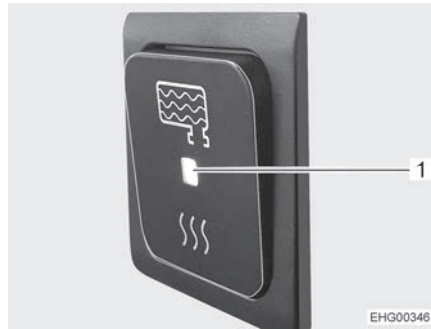

Bild 98 Till/från-brytare, påslagen
När till/från-brytaren på styrningen är påslagen (Bild 98), kopplas avloppstanks-uppvärmesystemen automatiskt på så snart utetemperaturen faller under 0 °C. Avloppstanken är därmed skyddad mot frost.
- Tryck nedtill på till/från-brytaren. LED-indikatorn (Bild 98,1) lyser.
- Tryck upptill på till/från-brytaren. LED-indikatorn (Bild 98,1) slocknar.